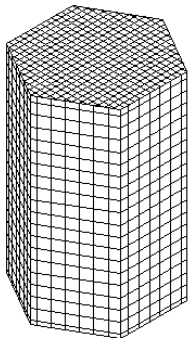

Рис. 4
**Общий вид детали, заданной на чертеже, показан на рис. 4.**